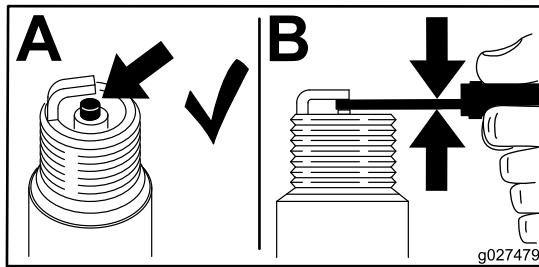

Bild 44
3. Nehmen Sie die Zündkerze heraus (Bild 44).